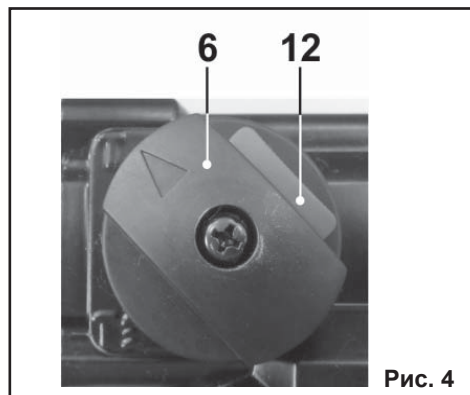

Рис. 4
ствол перфоратора согласно разделу 8.1. 9.2.2. Нажав на кнопку (12) переключателя режимов (6), поверните переключатель режимов (6) указателем к пиктограмме «положение долбления», на корпусе редуктора, Рис. 4.